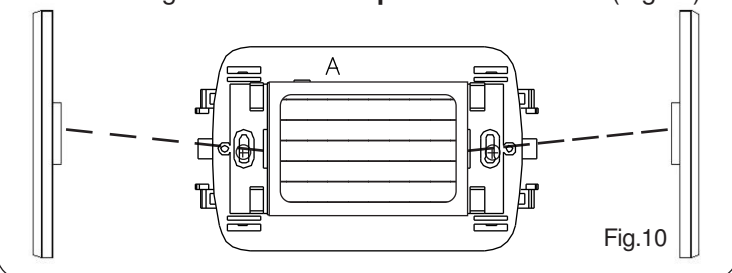

Fig.10
N.B. Nel caso in cui la luce di emergenza estraibile **Gemma** debba ricevere placche **AVE Banquise** o **Noir**; **VIMAR Idea** o **Rondò**; **BTICINO Matix**; inserire nelle apposite fessure laterali le adeguate "**Barrette coprifiori**" in dotazione (Fig.10).